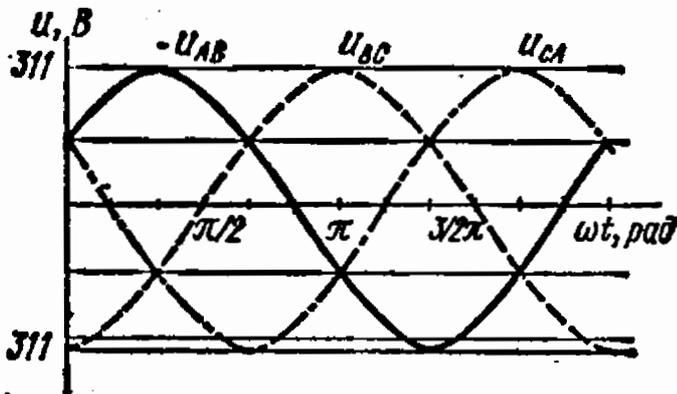

Рис. 6.1
6.1. Записать выражения для мгновенных линейных напряжений генератора, осциллограммы которых приведены на рис. 6.1.